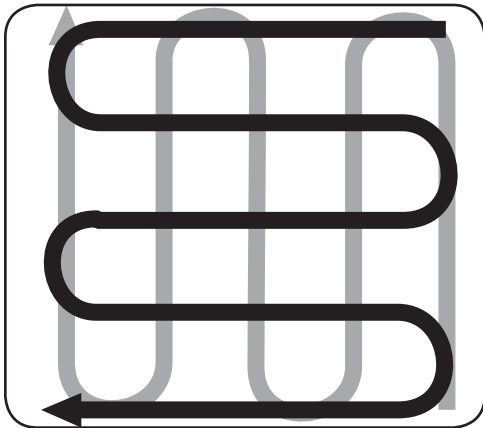

Figura 4-7
- Cuando termine en una dirección, realice una segunda pasada en ángulo recto, según se muestra en la Figura 4-7. Traslape cada pasada para obtener mejores resultados (en terreno muy duro, puede ser necesario realizar tres o cuatro pasadas para pulverizar el suelo a fondo).